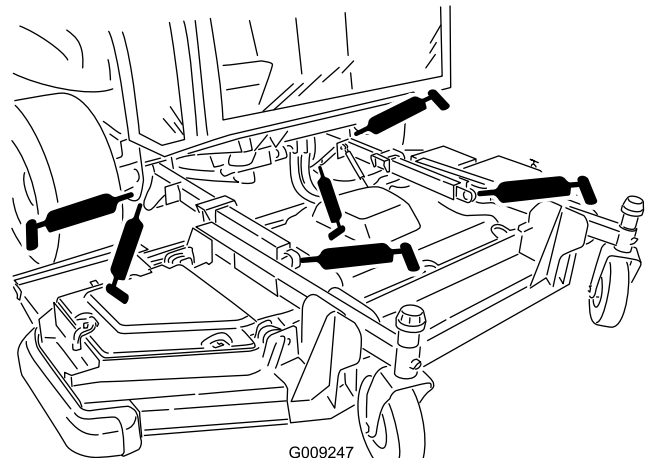

Bild 51
- Hubarmbüchsen (2) (Bild 51)
- Hubarm-Kugelgelenke (2) (Bild 51)
- Frontmähwerk-Zylinderdrehbüchsen (2) (Bild 51)